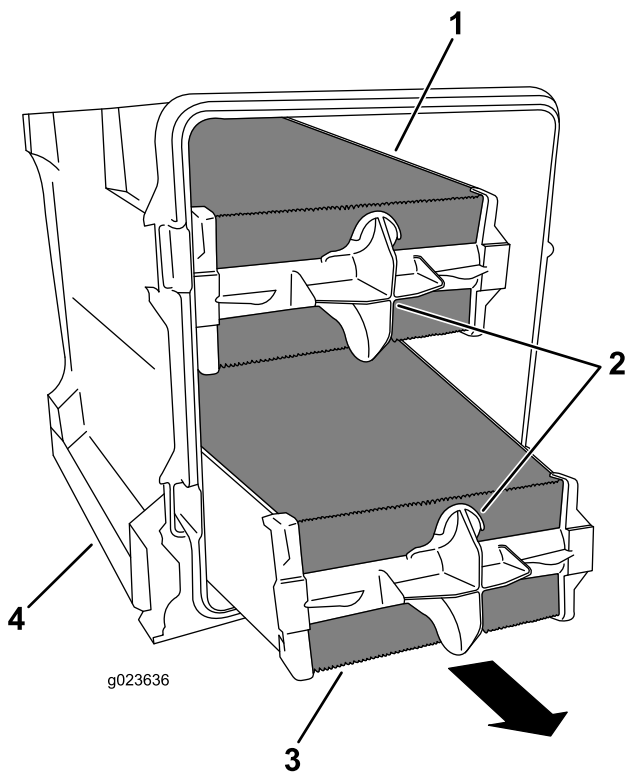

Рисунок 119
4. Используя ручки воздушного фильтра, снимите первичный фильтр с крышки воздухоочистителя (Рисунок 119).